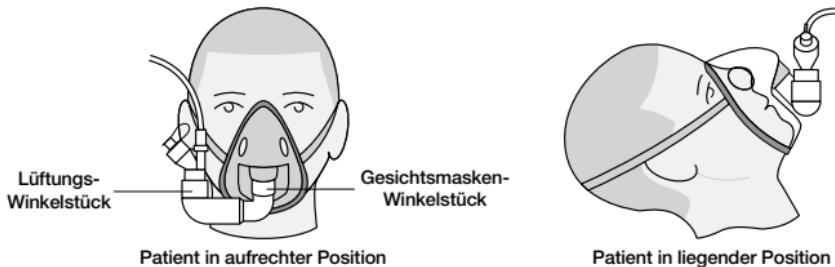
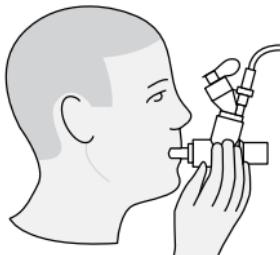
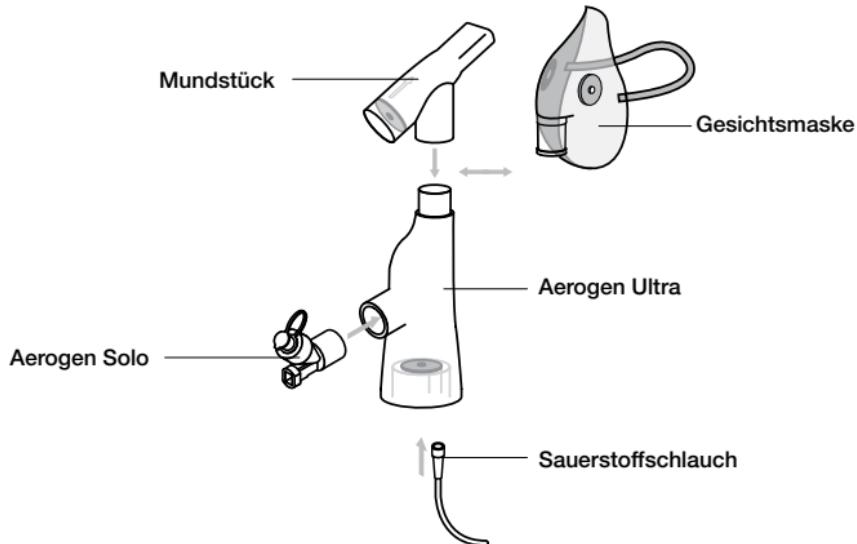

Abbildung 9. Anschluss an eine Maske
Abbildung 10. Anschluss an ein Mundstück
Abbildung 11. Aufbau des Aerogen Ultra
Hinweis: Abbildung 9, Abbildung 10 und Abbildung 11 zeigen den Einsatz weiterer Zubehörteile.
2. Das Lüftungs-Winkelstück entsprechend der Position des Patienten ausrichten (Abbildung 9).
Bei der Verwendung eines Mundstücks den Vernebler an das T-Stück anschließen und dann das T-Stück mit dem Mundstück verbinden, indem die beiden Teile fest zusammengedrückt werden Abbildung 10.
Warnhinweise: Der Vernebler muss immer vertikal ausgerichtet sein, um eine ordnungsgemäße Vernebelung zu gewährleisten (Abbildung 9 und Abbildung 10).
1. Den Aerogen-Solo-Vernebler, wie in Abbildung 11 gezeigt, fest in der dargestellten Ausrichtung in den Aerogen Ultra einsetzen.